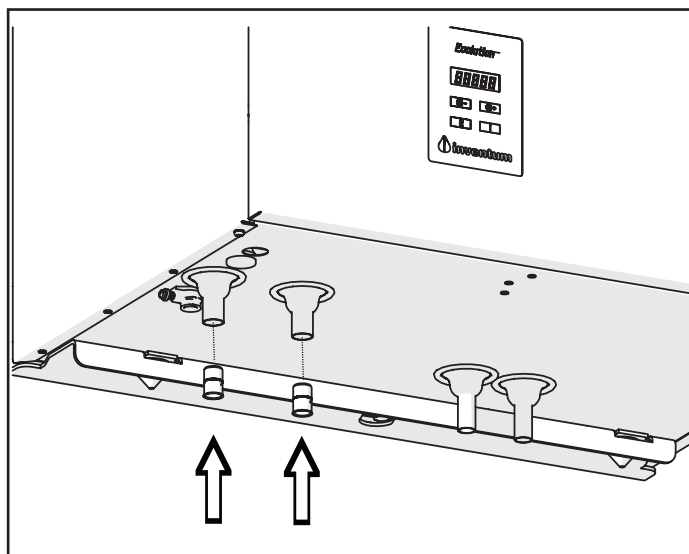

Fig. 9 (alleen Combi 50)
- Gebruik de bijgeleverde steunhulzen bij de cv-aansluitingen (zie Fig. 9);